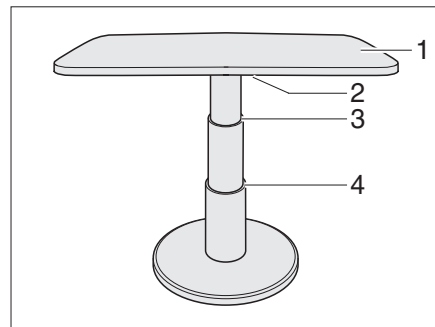

Fig. 57 Mesa elevadora del grupo de asientos circular
- Girar la palanca de bloqueo (Fig. 57,2) hacia la izquierda. El bloqueo está abierto.
- Presionar el tablero de la mesa (Fig. 57,1) por el centro hacia abajo hasta el tope deseado (Fig. 57,3 ó 4) y manténgalo presionado.
- Girar la palanca de bloqueo (Fig. 57,2) hacia la derecha. La mesa elevadora está bloqueada.